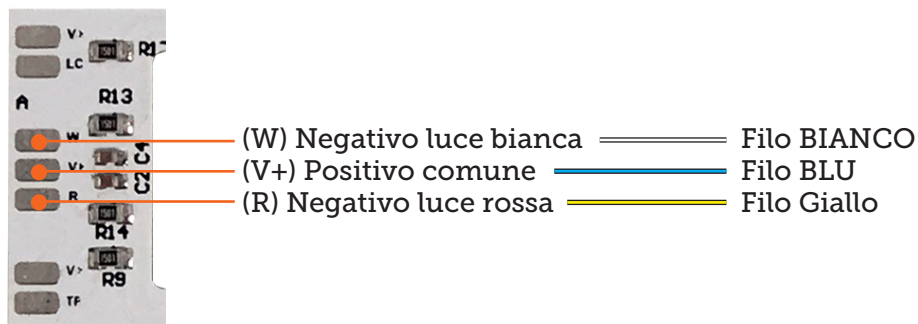

figura 8
7. Saldare i fili provenienti dalle luci di marcia luce cabina e terzo faro facendo riferimento alla tabella dettagliata figura 8 e 9.
Collegare i fili provenienti dalle luci di marcia già installate come in figura 8.
Per questi collegamenti fare riferimento agli schemi per la motrice figura 8 e 9.